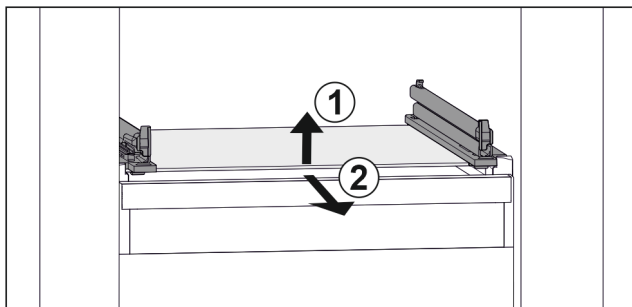

Fig. 112 Simbolična slika steklene plošče
- ▶ Steklenu ploščo dvignite v smeri naprej. Fig. 112 (1)
- ▶ Steklenu ploščo odstranite v smeri naprej. Fig. 112 (2)